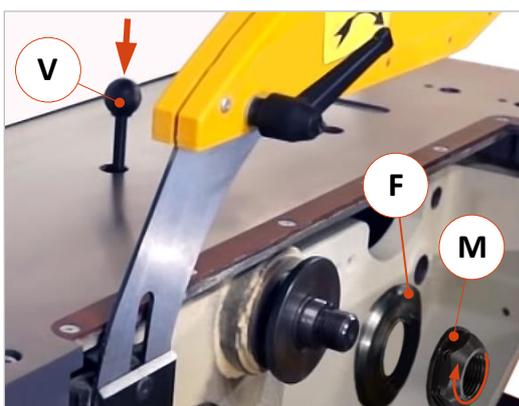

Abbildung 28: Sägewelle mit Flansch und Mutter
- Verdrehsicherung (V) in die Öffnung hinter der Kreissägewelle (⇒ Abbildung 28) stecken und die Sägewelle manuell drehen, bis die Verdrehsicherung (V) einrastet.
- Verwenden Sie einen Maulschlüssel SW 36 mm, um die Spannmutter (M) durch Drehen im Uhrzeigersinn ⤴ (Linksgewinde!) zu entfernen und legen Sie sie beiseite.
- Entnehmen Sie vorsichtig den äußeren Druckflansch (F) und legen ihn ebenfalls beiseite.
- Reinigen Sie die Kontaktflächen der Spannmutter (M), des Druckflansches (F) sowie der Kreissägewelle und überprüfen Sie alle Teile auf Beschädigungen, Verbiegungen und scharfe Kanten. Alle Kontaktflächen müssen sauber und in einwandfreiem Zustand sein.